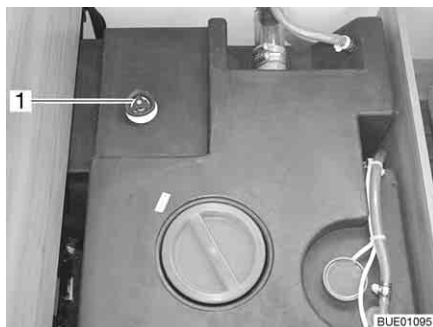
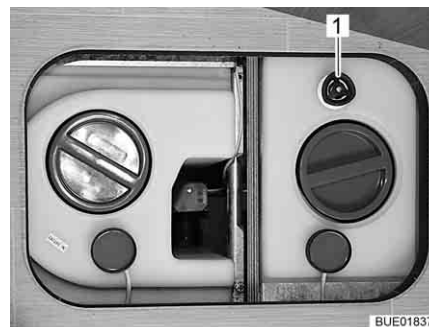

Fig. 233 Depósito de agua con tirador giratorio (Viseo)
Fig. 234 Depósito de agua con tirador giratorio (Elegance)
- Girar el tirador giratorio (Fig. 233,1 ó bien Fig. 234,1) del depósito de agua en sentido contrario a las agujas del reloj sobrepasando la resistencia, para abrir el orificio de salida completamente.